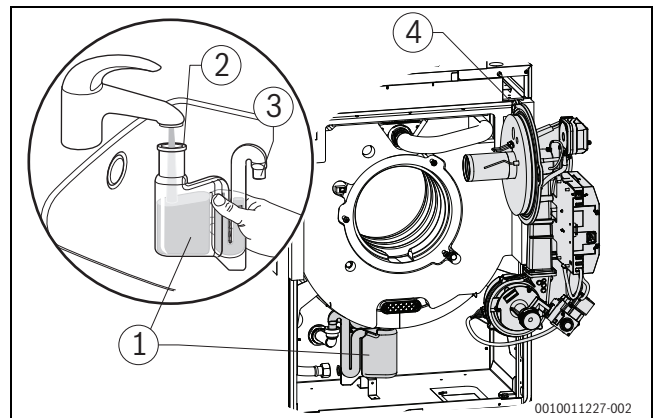

Bild 60 Siphon reinigen
▶ Vor Brennermontage den richtigen Sitz des O-Rings (→ Bild 60, Seite 38) überprüfen und ggf. korrigieren.